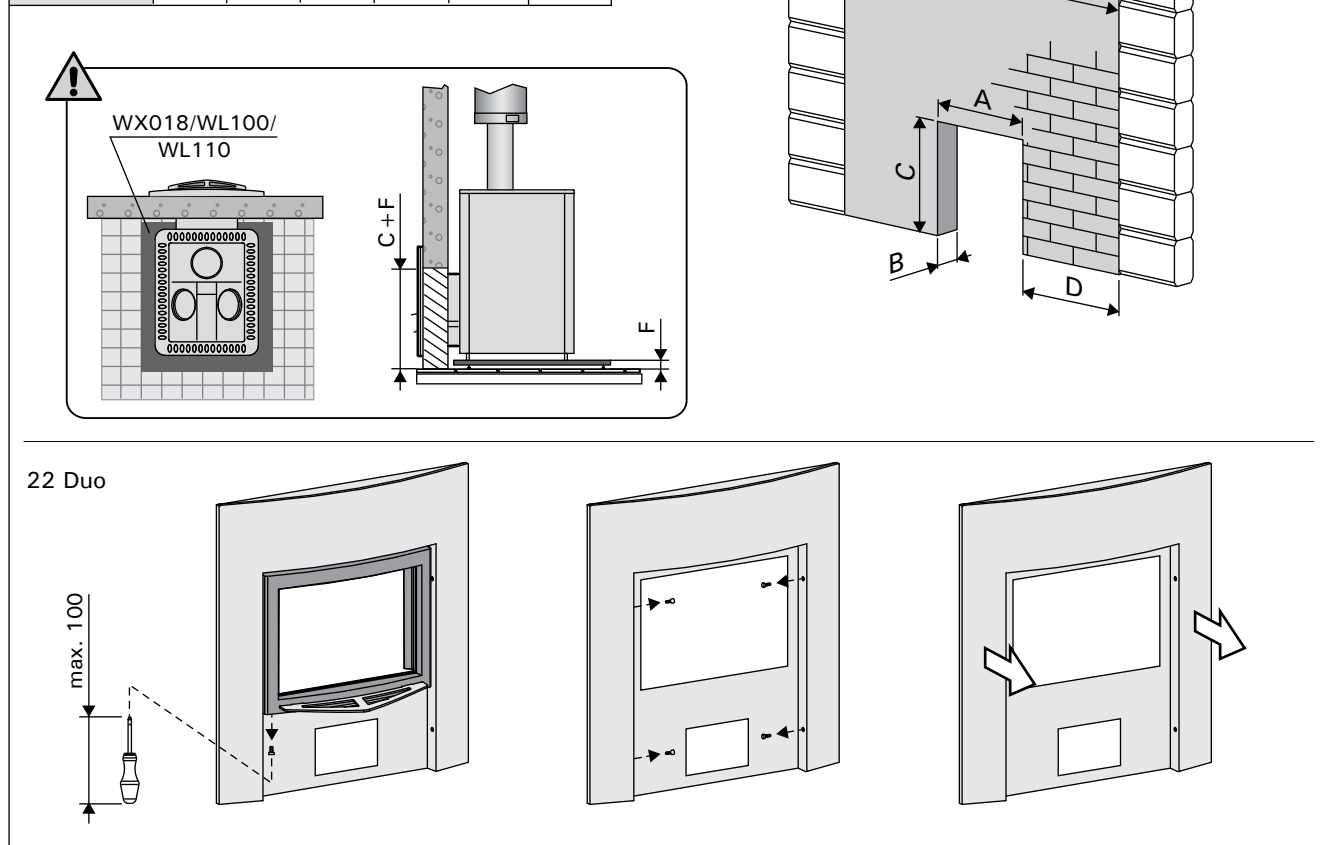

Рисунок 9. Установка каменки
3.2.2. Установка каменки в проем в бетонной или кирпичной стене (рисунок 9)